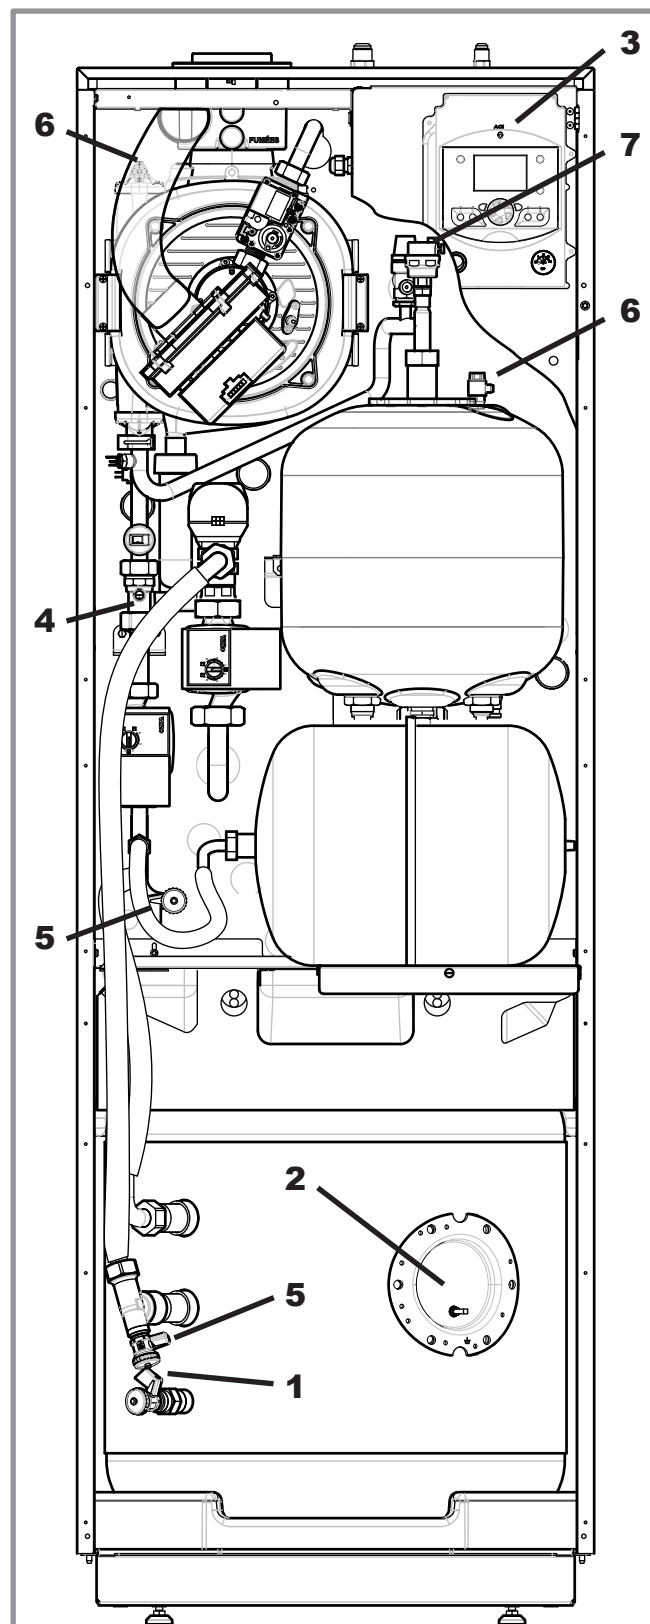

figure 57 - Vidange du module hydraulique et/ou du ballon sanitaire
- Débrayer le clapet antiretour (rep. 4, figure 57, page 79).